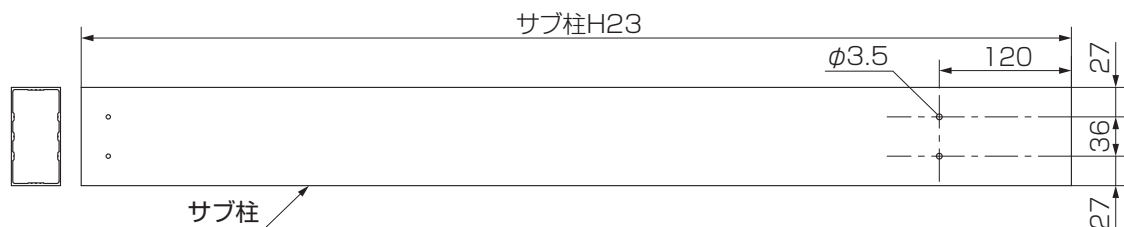
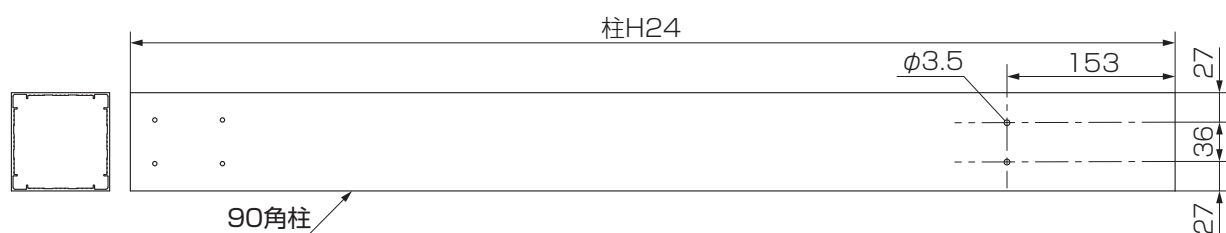

図10-6 サブ柱仕様の場合の穴加工
図10-7 90角柱仕様の場合の穴加工
①柱にφ3.5の下穴をあけてください。（図10-6、図10-7参照）